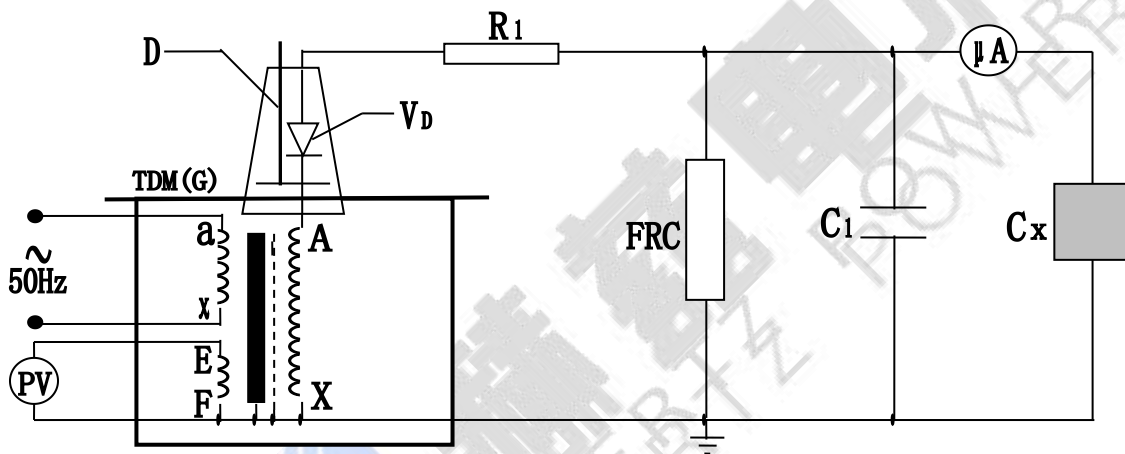

图 7: 高压直流泄露试验接线图
6、TDM(G) 工频耐压试验装置在做被试品的直流耐压或泄露试验时接线原理图如图 7。
注: 此试验应先抽出短路杆“D”, 图 7 中所示。